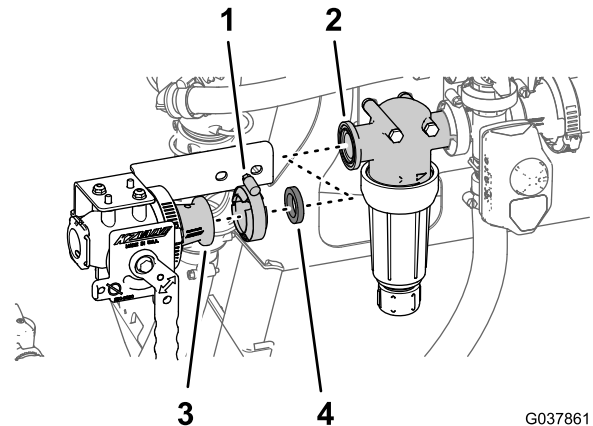

Figure 63
4. Placez la bride de la vanne de coupure du mélangeur et le joint (25 x 35 mm) en face de la bride de la tête du filtre (Figure 63).
6. Fixez la vanne de coupe de mélangeur à la tête du filtre (Figure 63) avec un collier bride (40 à 64 mm).